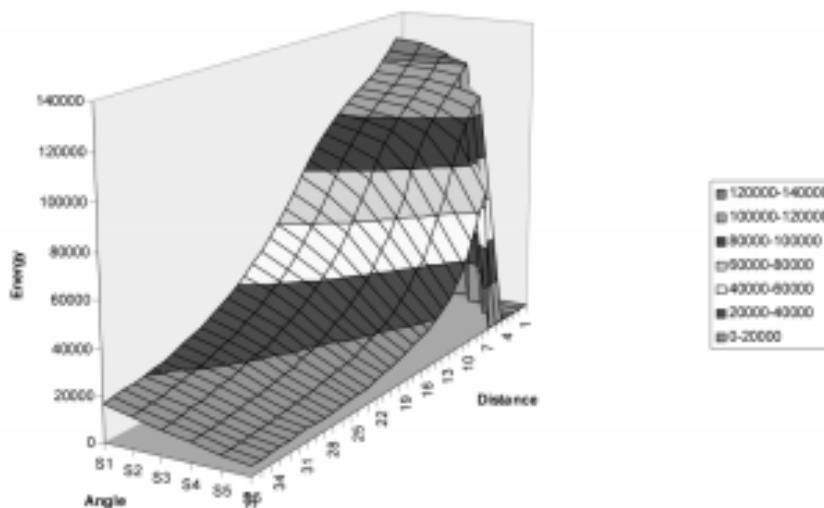
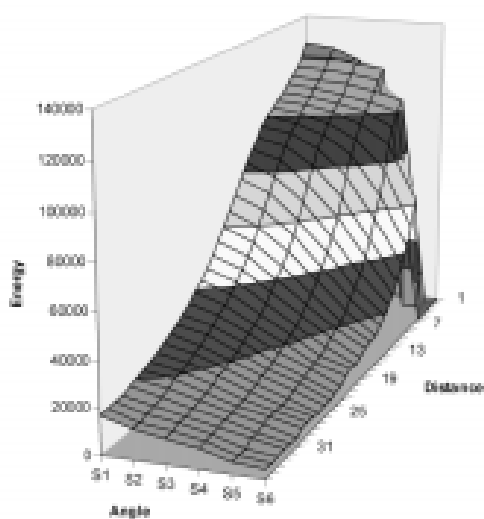
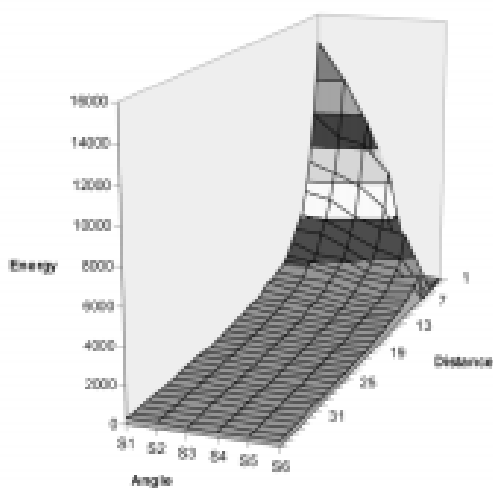

Figura 2.8: Grafico energia / angolazione / distanza su bersaglio di superficie opaca al buio.
Figura 2.9: Grafico energia / angolazione / distanza su bersaglio di superficie opaca in luce fluorescente.
Figura 2.10: Grafico energia / angolazione / distanza su bersaglio di superficie opaca in luce incandescente.
**fattori geometrici** : il principio di funzionamento del sensore di prossimità ad infrarosso è che più l'oggetto è lontano, meno quantità di emissione riflessa riceverà il fotodiodo. L'angolo di riflessione rispetto alla superficie dell'oggetto riveste un ruolo importante. Quando la superficie dell'oggetto riceve la radiazione infrarossa, parte dell'energia in arrivo viene riflessa e parte viene diffratta. Se la superficie illuminata è normale, o quasi, all'asse del ricevitore, la maggior parte della luce riflessa verrà rediretta all'indietro, contrariamente, man mano che la superficie diviene parallela all'asse dell'emettitore soltanto l'energia diffratta raggiungerà il ricevitore. La distanza e l'angolazione sono i due più importanti fattori che influenzano le misurazioni ma anche la geometria dell'oggetto ha un'importanza non trascurabile. Se l'oggetto è piccolo, la lettura sarà dipendente dall'area di oggetto illuminata, che è funzione della sua grandezza. Inoltre, se l'oggetto non ha superfici piane, la radiazione riflessa verso i sensori sarà frutto di una complessa combinazione di energia riflessa e diffratta proveniente dalle parti illuminate dell'oggetto. La figura 2.8 mostra i livelli di energia misurati da 0cm a 90cm, per angoli da 0° a 75°, le misure sono state effettuate al buio su un foglio di comune carta per fotocopiatrice.
**fattori di illuminazione** : il sensore calcola la differenza tra la luce ricevuta con l'emettitore spento e con quello acceso. Se la luce presente nell'ambiente ha sufficiente energia nello spettro dell'infrarosso, il sensore può saturare facilmente e la differenza tra le due misurazioni può essere molto piccola (poco contrasto). Il risultato è una perdita sostanziale di sensibilità. I dati di figura 2.9 sono stati rilevati in un ambiente illuminato con luce fluorescente, i dati di figura 2.10 invece con luce incandescente; comparando questa con la figura 2.8 è visibile quanto i valori energetici siano poco